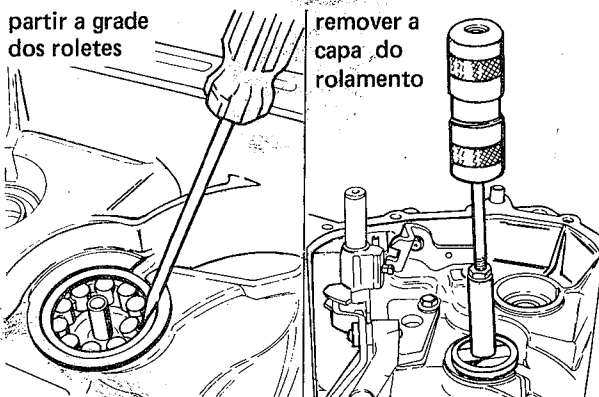

fig. 65
20. Com uma chave de fenda, partir a grade dos roletes da árvore secundária; remover a grade e os roletes (fig. 65)
22. Remover a capa do rolamento da árvore secundária com a ferramenta 16-021, e um martelo de impacto (fig. 65)